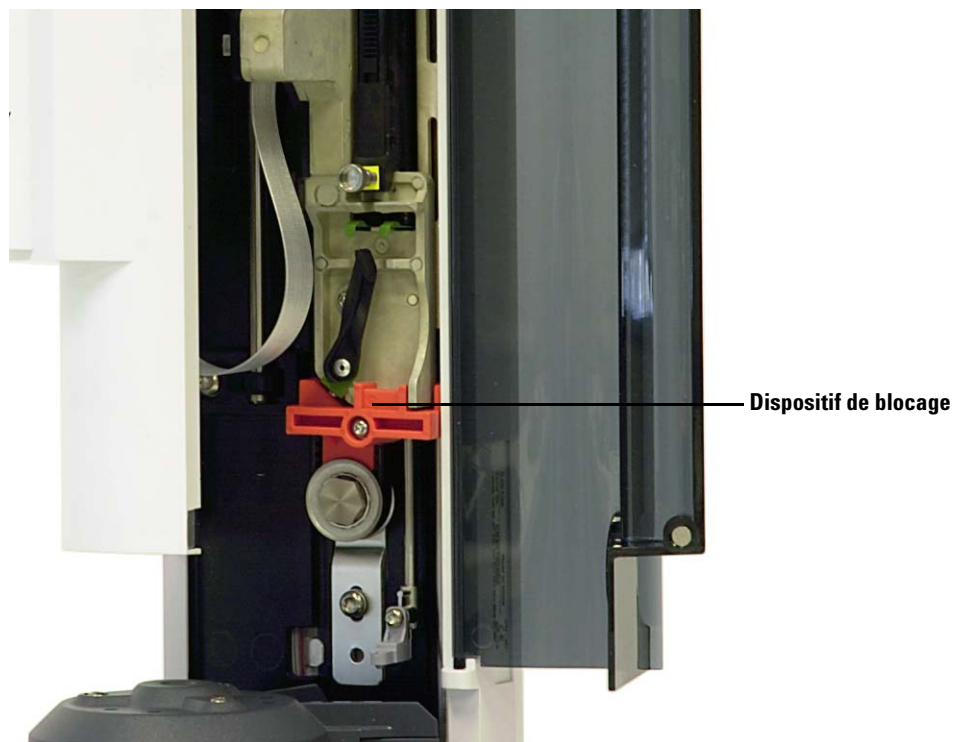
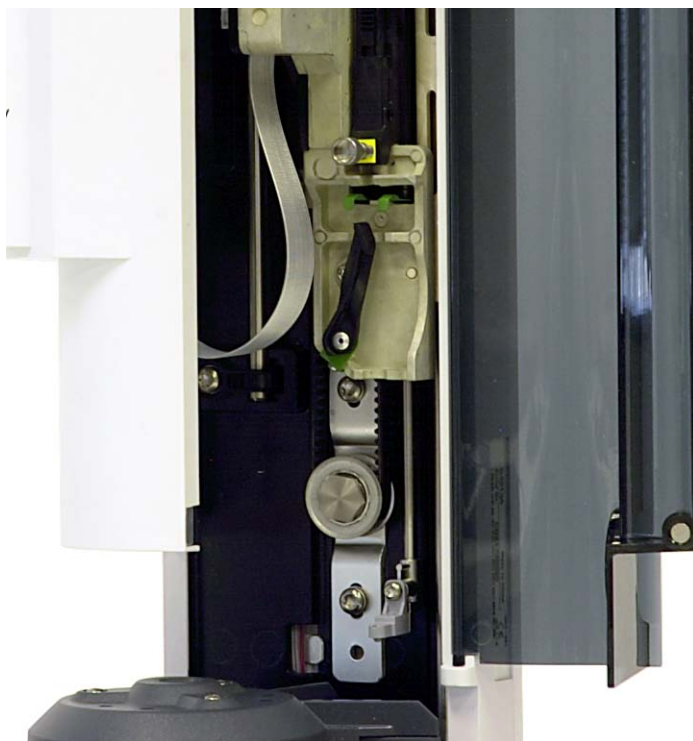

Figure 11 Avec dispositif de blocage
Figure 12 Sans dispositif de blocage
- 5 A l'aide d'un tournevis Torx T-10, desserrez complètement la vis T-10 et retirez le dispositif de blocage qui retient le chariot de la seringue (voir Figure 11 et Figure 12).